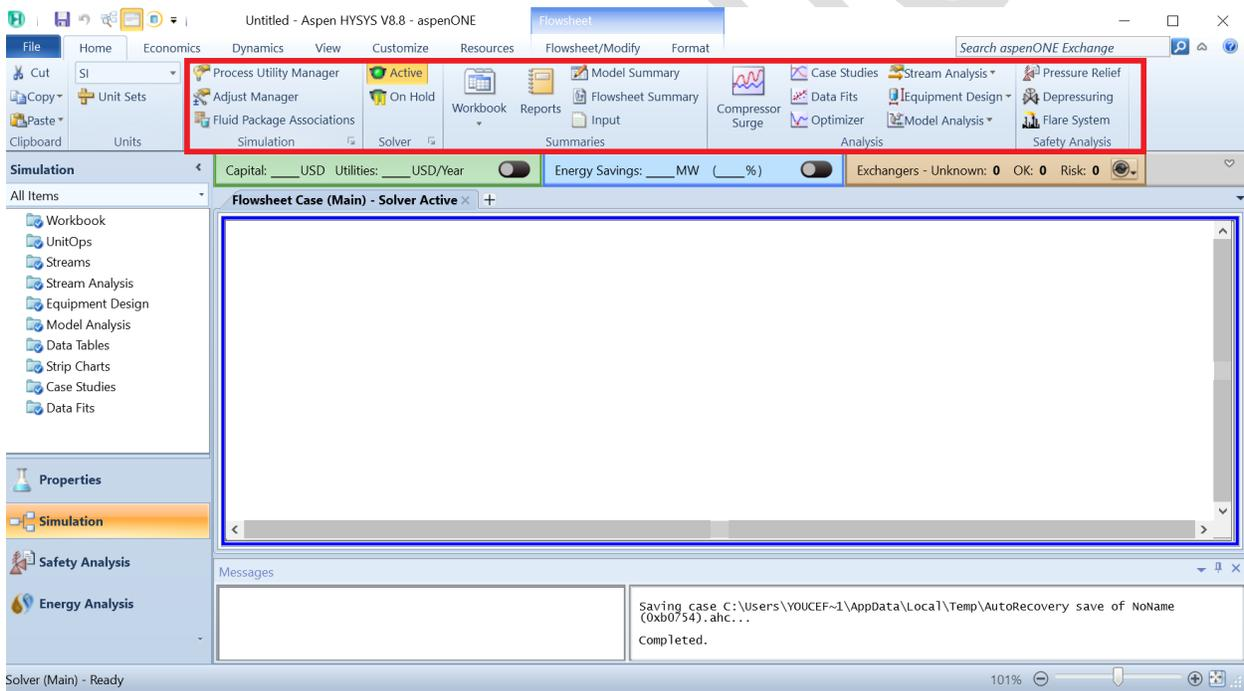
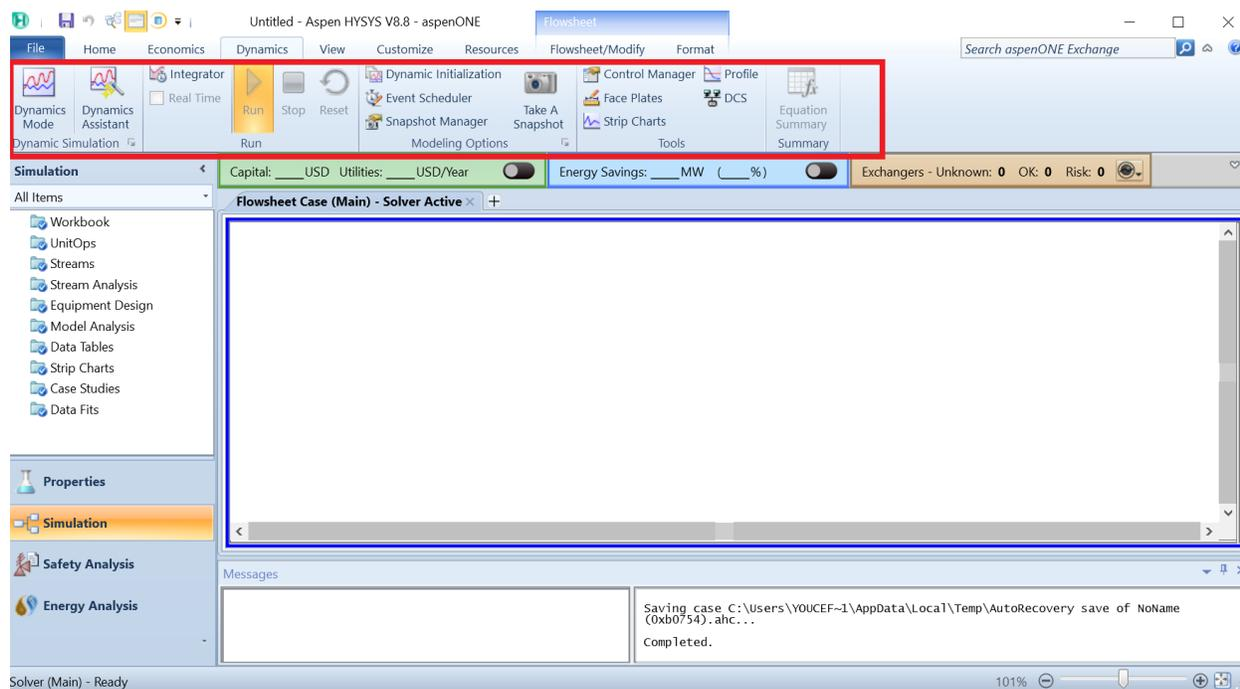

Figure 29. Commandes de simulation
Figure 30. Commandes de simulation (Dynamique)
- Commandes de simulation : vous pouvez configurer les commandes de simulation (Figure 29), telles que l'heure de début, l'heure de fin et la taille du pas de temps pour la simulation dynamique (Figure 30). Vous pouvez également spécifier les critères de convergence et d'autres paramètres de simulation.